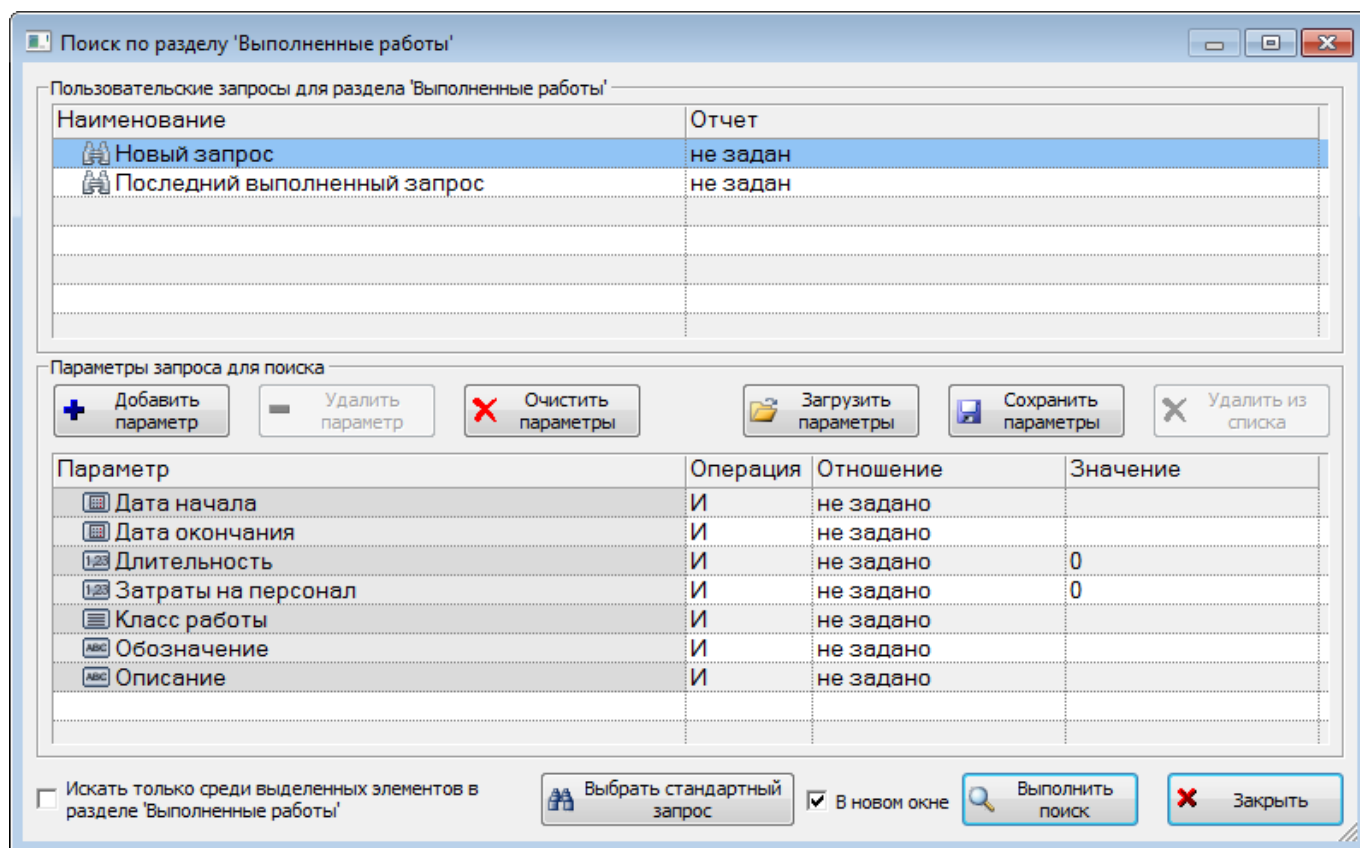

Рис. 27-13 – Окно «Поиск по разделу «Выполненные работы»
- 2) Нажать кнопку «Поиск» панели «Правка». В результате откроется диалоговое окно «Поиск по разделу» с указанием названия раздела (рис. 27-13).